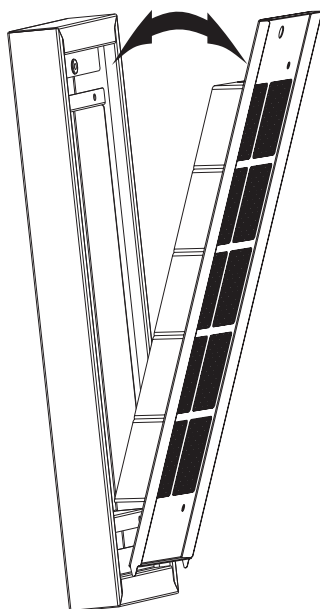

Abb. 23
3. → Aktivkohlefilter entfernen (Abb. 23).